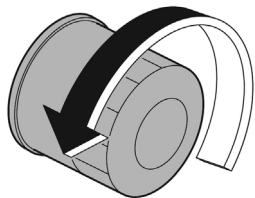

Рис. 49 Замена масляного фильтра F9.9FWS и F20AFWS
5. Поместите под масляный фильтр двигателя кусок чистой сухой ветоши (только для F9.9FWS и F20AFWS и открутите масляный фильтр против часовой стрелки (Рис. 49).